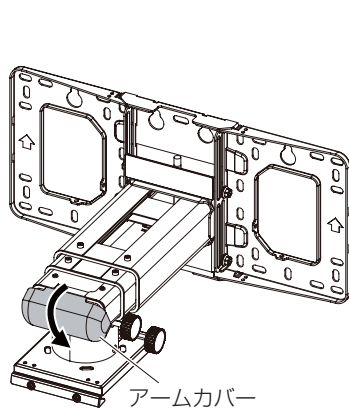

図1
- 1) 壁掛取付金具本体からアームカバーを取り外す (図1)